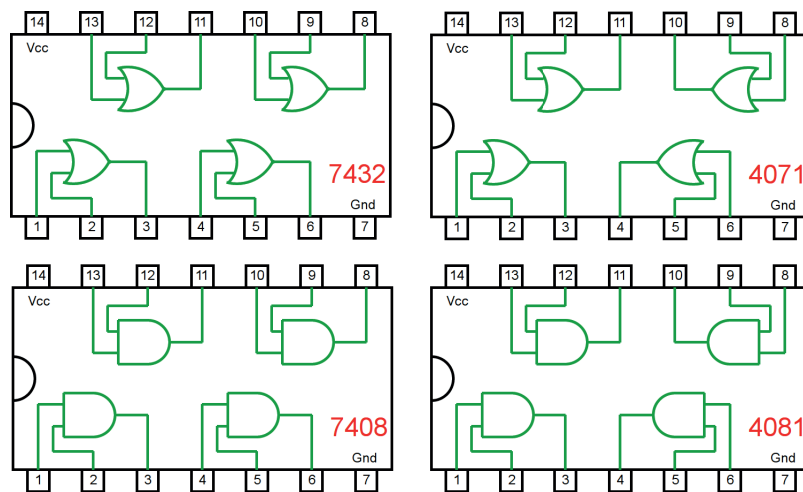

Figura 4.47 – Circuitos integrados TTL e CMOS.
- a) Coloque os circuitos integrados (TTL e/ou CMOS da figura 4.47) nas posições indicadas.
- d) Conecte os fios verdes. Os fios verdes estão conectados ao terra e portanto fornecendo valor lógico (0) às entradas de todas as portas do CI.